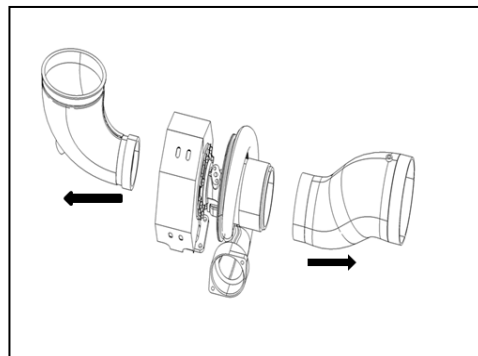

Рисунок 5.3.5I
- ◆ Демонтировать патрубки от турбокомпрессора (см. рис. 5.3.5I)